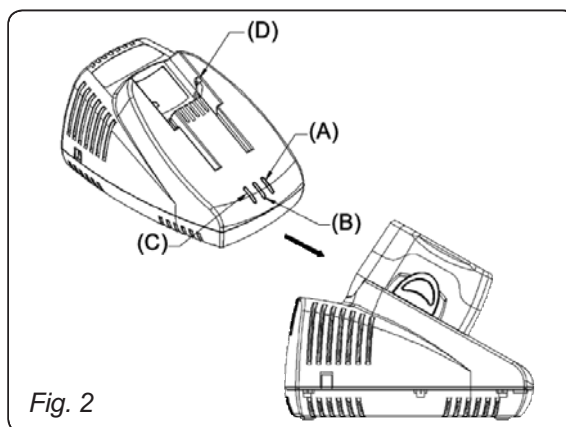

Fig. 2
S'assurer que la tension dans le secteur correspond à celle du panneau à données techniques du chargeur. Brancher le chargeur au secteur. Un voyant orange devrait s'allumer (A) Fig.2. Ceci indique que le chargeur est prêt à fonctionner.